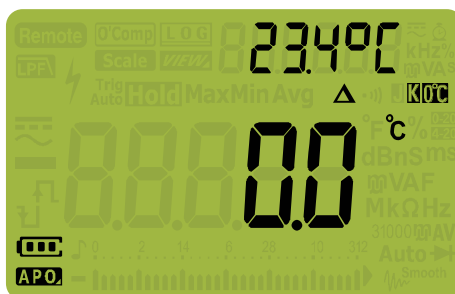

図 2-28 周囲温度補正なしの温度測定
- 1 温度を測定するには、ロータリ・スイッチを **+** に合わせ、**Esc Shift View** を 1 回押します。図 2-28 に示すようにマルチメータをセットアップします。